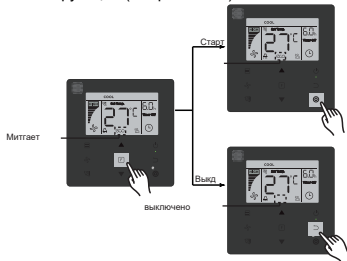

рис. 14.24
- ВКЛ/ВЫКЛ функции «ЭКО»: нажмите кнопку [F], чтобы переключиться на функцию «ЭКО» («ECO» мигает), и нажмите кнопку [🔊], чтобы включить функцию, или кнопку [🔊], чтобы выключить функцию (см. рис. 14.24).